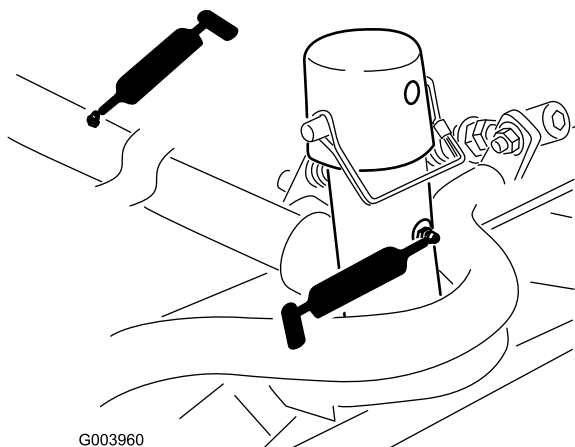

Figura 43
- Estrutura de suporte e articulação da unidade de corte (2 de cada) (Figura 43)